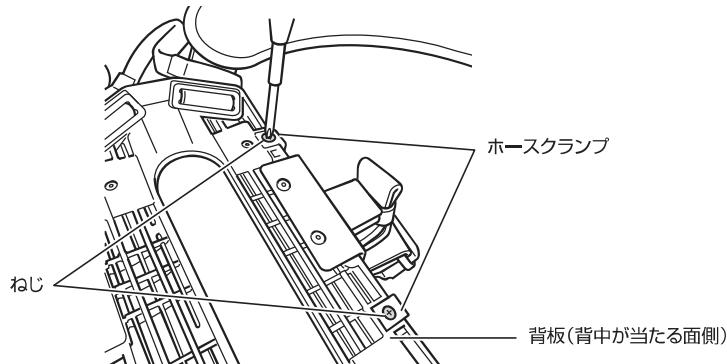

図77 ねじ(2箇所)を外す
- ホースクランプを止めているねじ(2箇所)をプラスドライバー(サイズ2番)で外す。(図77参照)